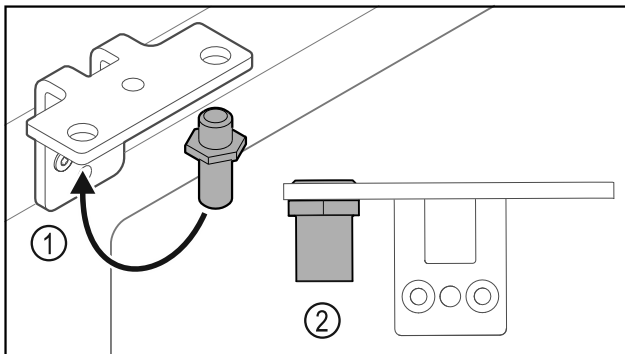

Fig. 38
- ▶ Перемістити палець Fig. 38 (1) у шарнірному кутику.
- ▶ Затягнути палець Fig. 38 (2) з **обертальним моментом 12 Нм**.